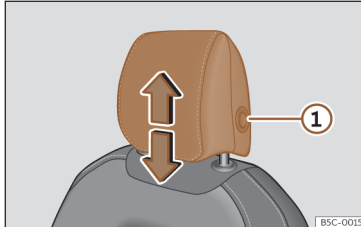
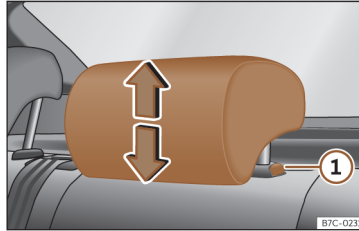

Fig. 107 Scaunul față: reglarea tetierei.
Fig. 108 Tetiera spate: reglarea tetierelor.
- Apucați cu ambele mâini părțile laterale ale tetierei și împingeți în sus în poziția dorită. Pentru a coborî tetiera, repetați aceeași acțiune, apăsând butonul ①»» fig. 107 »» fig. 108 de pe partea laterală.
- Apăsați butonul lateral»» fig. 107 ① și demontați tetiera.